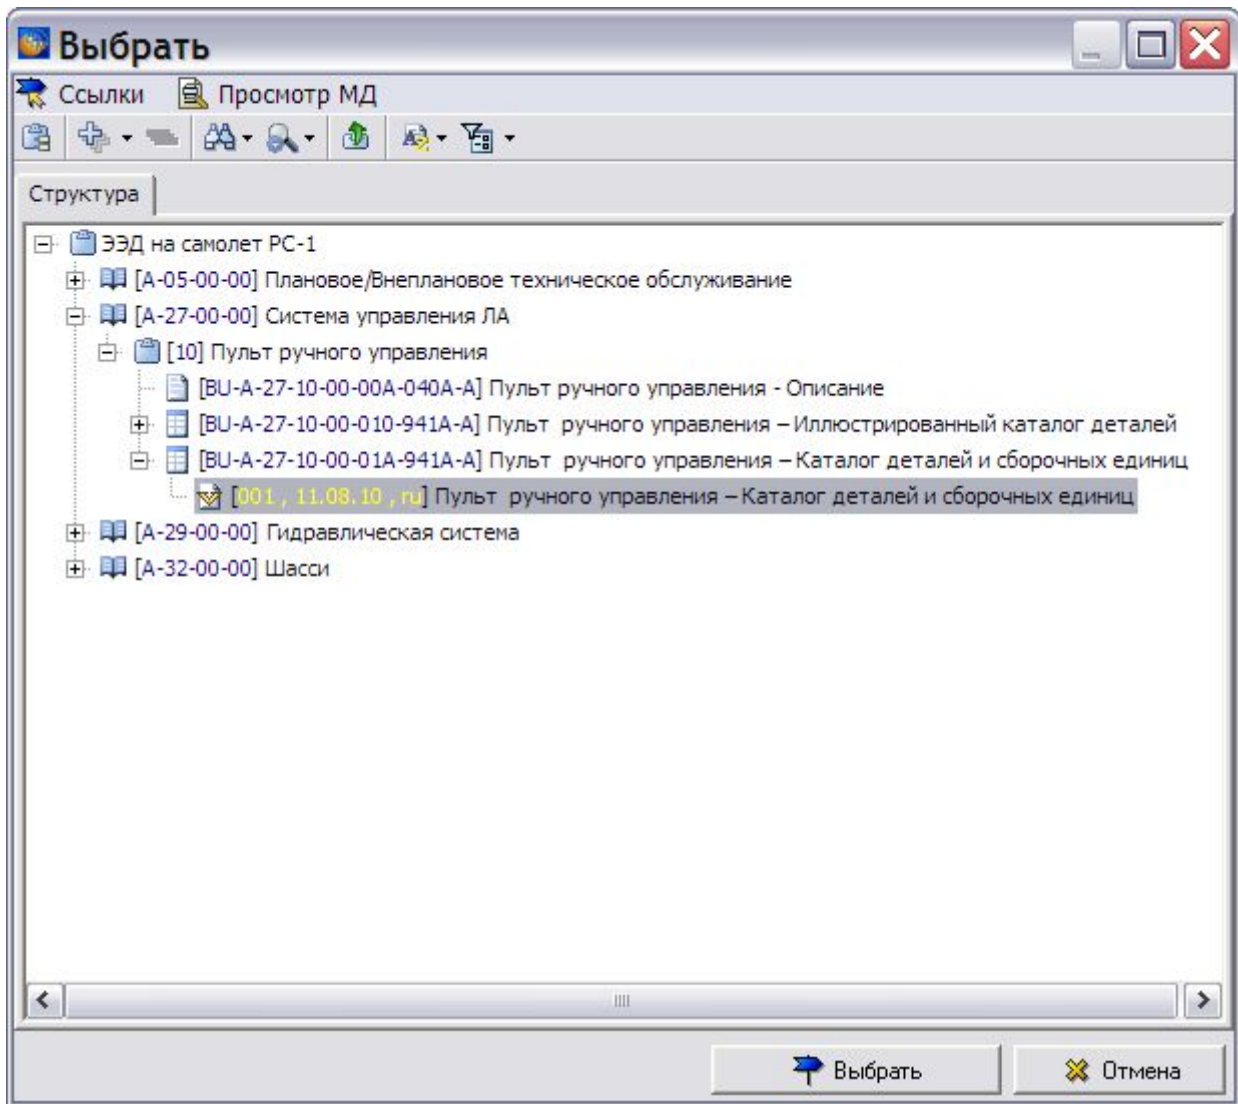

Рис. 4.32
3. В открывшемся окне **Выбрать** выберите каталог для импорта (Рис. 4.32).